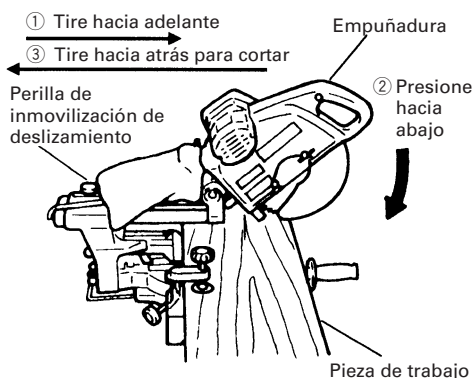

Fig. 23
- (1) Piezas de trabajo de hasta 85 mm (3-11/32") de altura y 312 mm (12-9/32") de anchura: Afloje la perilla de inmovilización de deslizamiento, sujete la empuñadura, y deslice la hoja de sierra hacia adelante. Después presione hacia abajo la empuñadura y deslice la hoja de sierra hacia atrás para cortar la pieza de trabajo como se indica en la Fig. 23. Esto facilitará el corte de piezas de trabajo de hasta 85 mm (3-11/32") de altura y 312 mm (12-9/32") de anchura.
- (2) Piezas de trabajo de hasta 90 mm (3-35/64") de altura y 295 mm (11-39/64") de anchura: Las piezas de trabajo de hasta 90 mm (3-35/64") de altura y 295 mm (11-39/64") de anchura podrán cortarse de la misma forma que la descrita en el párrafo 6-(1) anterior.
- * Para el corte deslizable, siga los procedimientos indicados en la Fig. 23 anterior. El corte deslizable hacia adelante (hacia el operador) es muy peligroso porque la hoja de sierra puede salir despedida de la pieza de trabajo. Por lo tanto, deslice siempre la empuñadura alejándola de usted mismo.